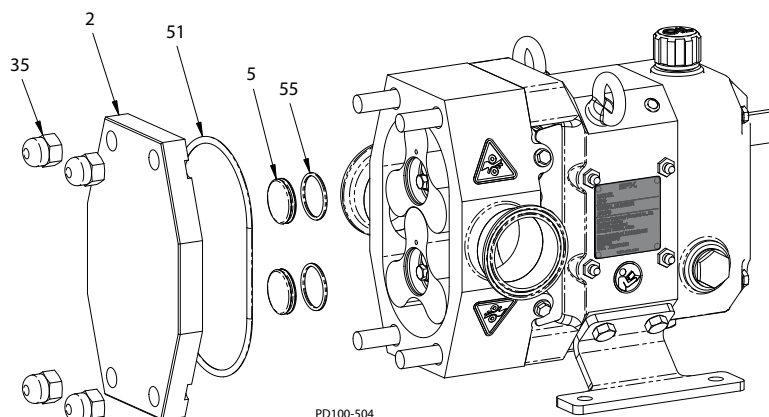

Figure 66 - Installer le couvercle
1. Installez le joint torique du manchon protecteur de la vis (Figure 66, objet 55) à l'intérieur de la rainure dans le manchon protecteur de la vis (objet 5), puis installez-le dans la rainure du rotor. Le joint torique se ferme à l'intérieur de la rainure dans la rainure du rotor.